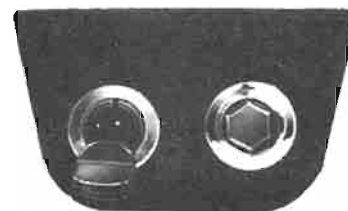

Fig. 8
- Un interrupteur avec un témoin (ambre) sur une plaque-support (Fig. 8).